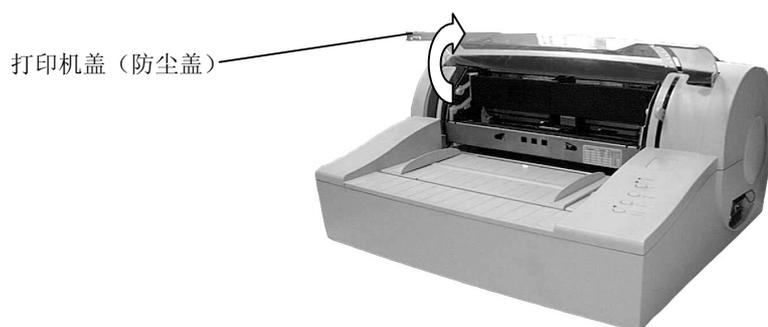

图 2-8 打开打印机盖子
2. 由打印机盖子下方边缘向上掀开，即打开打印机盖子，如图 2-8。